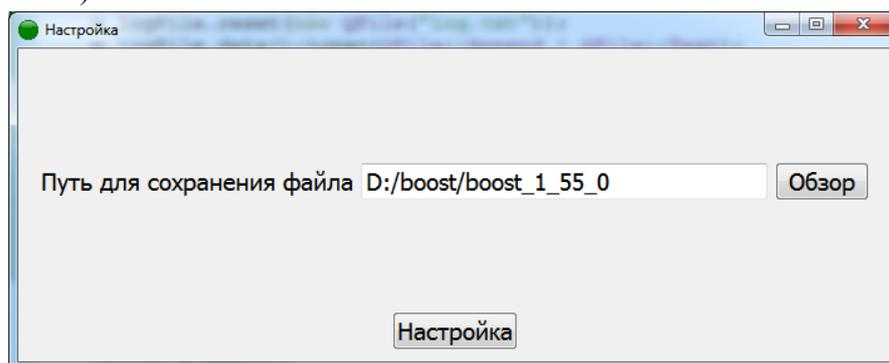

Рисунок 15.16
3. Запустить программу «Янтарь-Блик» с ключом - *service*. В качестве пути для сохранения файла выбрать каталог с установленной программой ЯНТАРЬ-БЛИК (Рисунок 15.16)